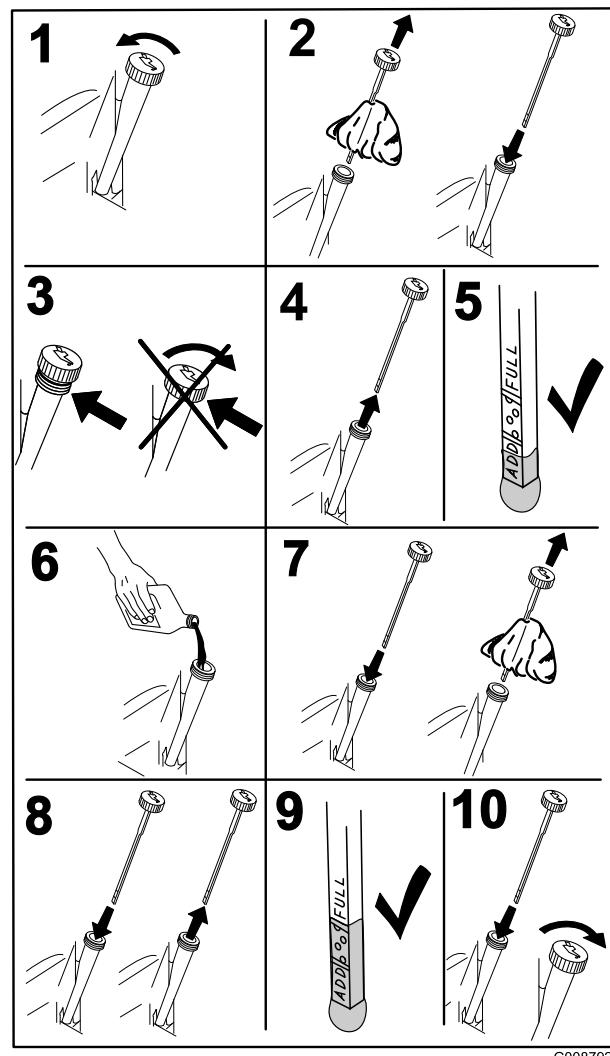

Figure 38
- Avant de quitter la position de conduite, coupez le moteur, enlevez la clé de contact et attendez l'arrêt de toutes les pièces mobiles (Figure 38).